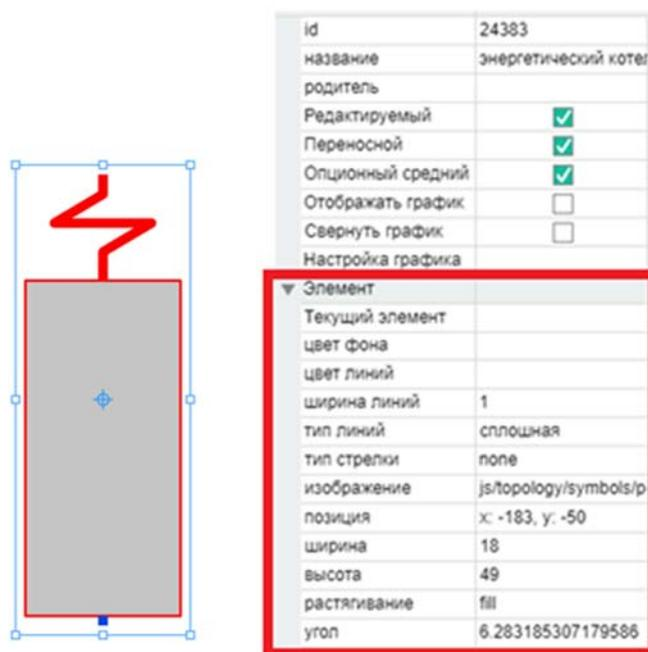

Рисунок 4.9.9 – Изменение внешнего вида элемента
При выборе элемента, появляются контуры, которые позволяют его растягивать, сжимать, поворачивать. В окне свойств доступно множество изменений, позволяющих полностью изменить внешний вид элемента (2) (рис. 4.9.9).